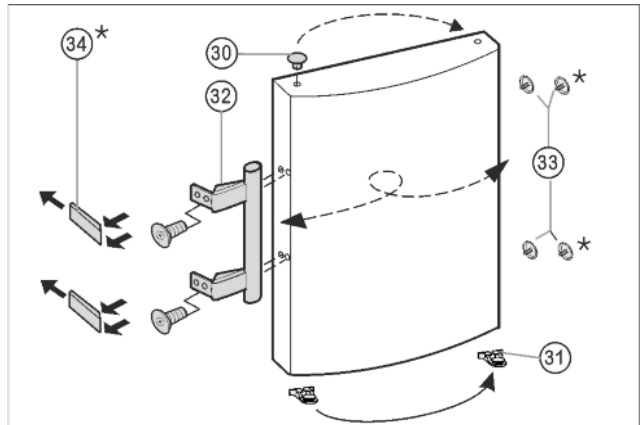

Fig. 8
- ▶ Haal Fig. 8 (30) de stop uit de deurlagerbus en plaats hem om.
- ▶ Demonteer deurgreep Fig. 8 (32), stop Fig. 8 (33) en drukplaten\* Fig. 8 (34) en monteer ze aan de tegenoverliggende kant.